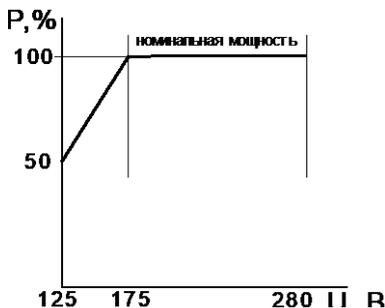

Рисунок 2 - Зависимость номинальной мощности от напряжения питающей сети
* см. рисунок 2.
В режиме стабилизации, если входное напряжение выйдет за рабочий диапазон (см. пп. 4 и 7 таблицы 1), сработает схема защитного отключения нагрузки и стабилизатор отключит нагрузку (см. рисунок 2). Стабилизатор автоматически подключит нагрузку при возвращении входного напряжения в рабочий диапазон. При повышенном токе нагрузки срабатывает выходной автомат защиты, стабилизатор отключает нагрузку, а на цифровом дисплее отображается мигающая надпись «FU» (см. Таблицу 2).